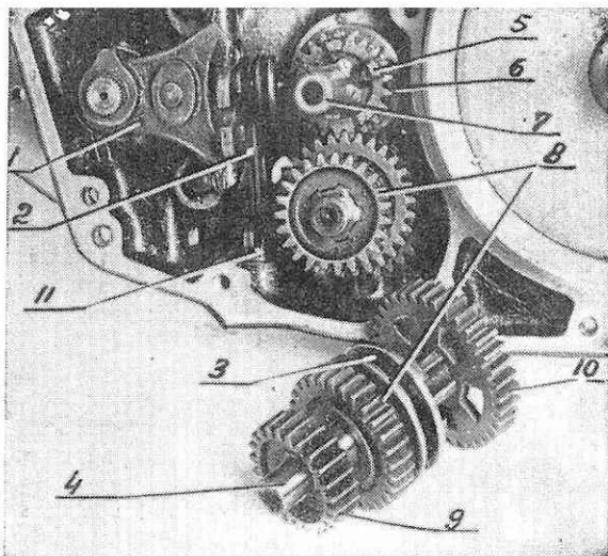

Рис. 14.
Перемещение шестерен (б), рис. 12, осуществляется поворотом сектора переключения (2) рис. 14, на котором сидит кулачок входящий в кольцевую выточку (3) подвижной шестерни(8) промежуточного вала.
Поворот сектора переключения (2) производится педалью (6) рис. 1, закрепленной на валике переключения (24) рис. 5, и собачкой (43) рис. 5 (1 рис. 14), связанной с валиком переключения внутри коробки.
В эти выемки заходит шарик фиксатора (11) рис. 14, предохраняя каретку от самовыключения.